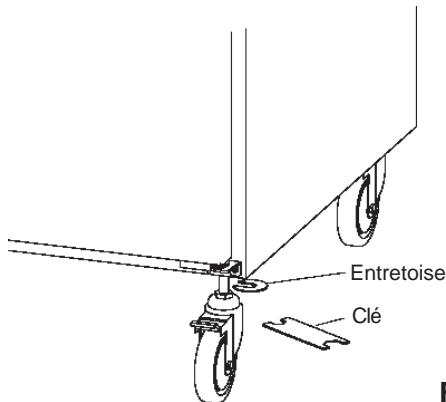

Fig. 4
- 6) Mettez le réfrigérateur/congélateur de niveau dans les deux sens : à la fois de gauche à droite et d'avant en arrière. Pour régler la hauteur de la machine, insérez les entretoises (accessoire) dans les joints pour roulettes. La clé (accessoire) permet de dévisser ou de serrer les roulettes. Après la mise de niveau de la machine, serrez les roulettes. Bloquez les butoirs des roulettes avant. Voir Fig. 4.